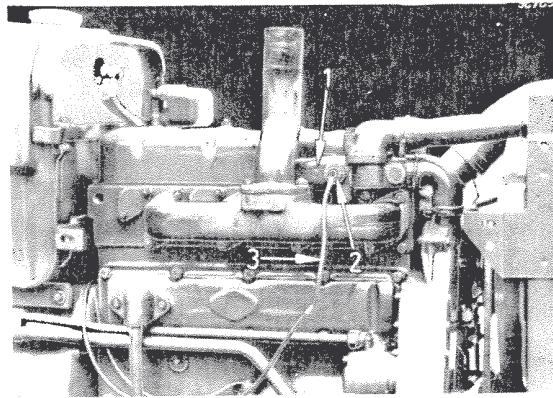

Fig. 50
La prise de température (2, Fig. 50) transmet la température du liquide de refroidissement au thermomètre placé dans l'indicateur combiné. En cas de défaut de lecture à l'instrument, vérifiez en premier lieu le branchement des fils (3) et leur bon isolement.